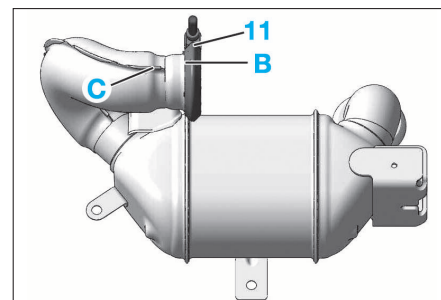

FIG. 52
- Remplacer systématiquement le collier (11) (Fig.52).